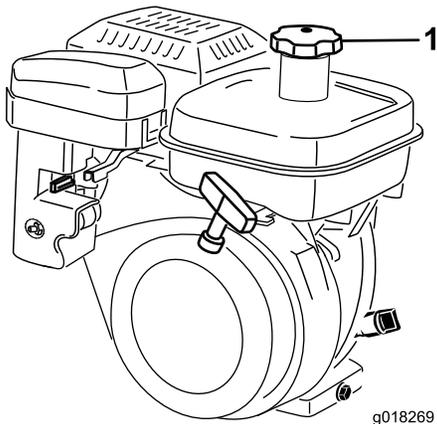

図 25
1. 燃料キャップ 図 25 の周囲をきれいに拭いてからキャップを外す。フィルタスクリーンの下まで給油する。入れすぎないこと。